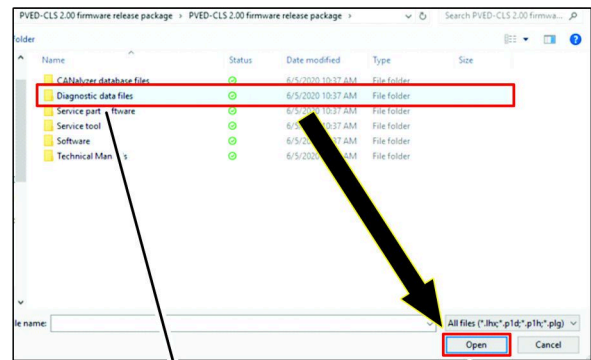

図 50
4. 診断データ ファイルフォルダをクリックし、開くアイコン (図 50) をクリックする。